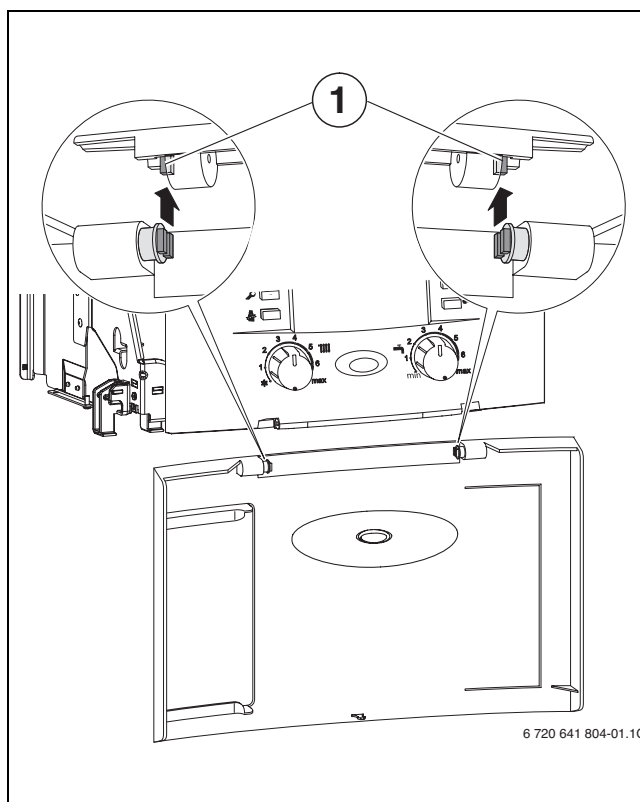

Fig. 13
- ▶ Comprobar la orientación de los vaporizadores (→ fig. 13, [1]).